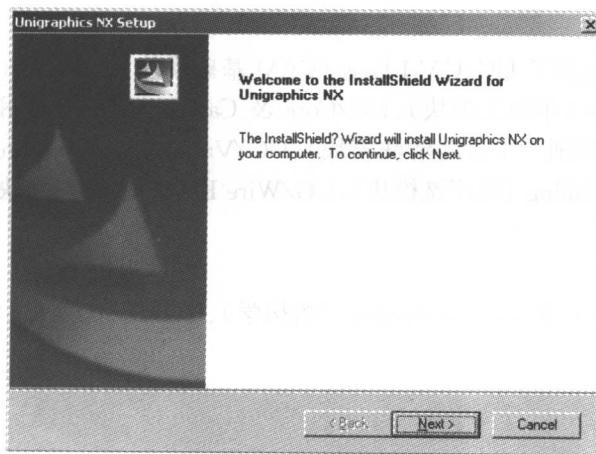

图 1-1 欢迎安装对话框
- 系统出现如图 1-1 所示的欢迎安装对话框,单击 Next 按钮。